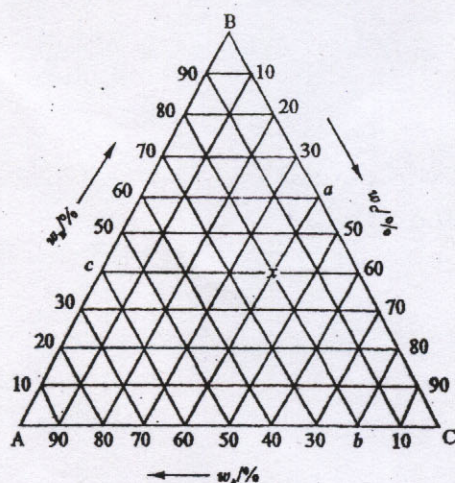
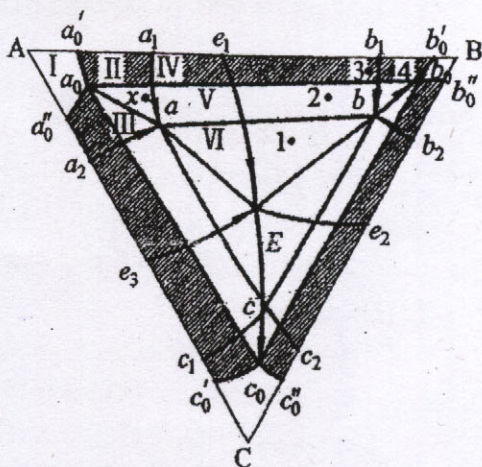

图 2
图 3
2. 写出如图 2 的 x 合金的成分。分析图 3 中 V 合金的平衡结晶过程。(20 分)